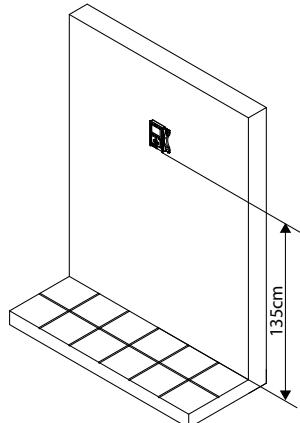
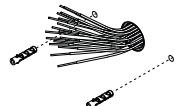

Fig. 1a
Fig. 1b
1. Come mostrato in **Fig. 1a**, appoggiare a parete il videocitofono lasciando circa 135cm tra la parte inferiore ed il pavimento e prendere i riferimenti per i fori di fissaggio a parete. Realizzare i fori (diametro 5mm) ed inserire all'interno i tasselli ad espansione forniti a corredo come mostrato in **Fig. 1b**;